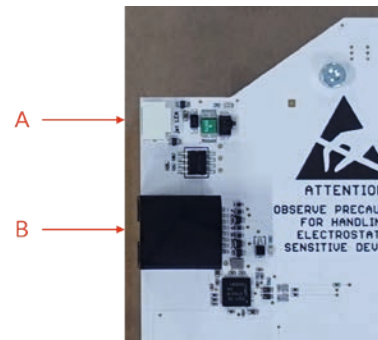

Abbildung 23: Anschlüsse an die RFID-Platine
1. Stecken Sie den Stecker zur Energieversorgung in die dafür vorgesehene Buchse auf der RFID-Platine (Abbildung 23, Anschluss A).